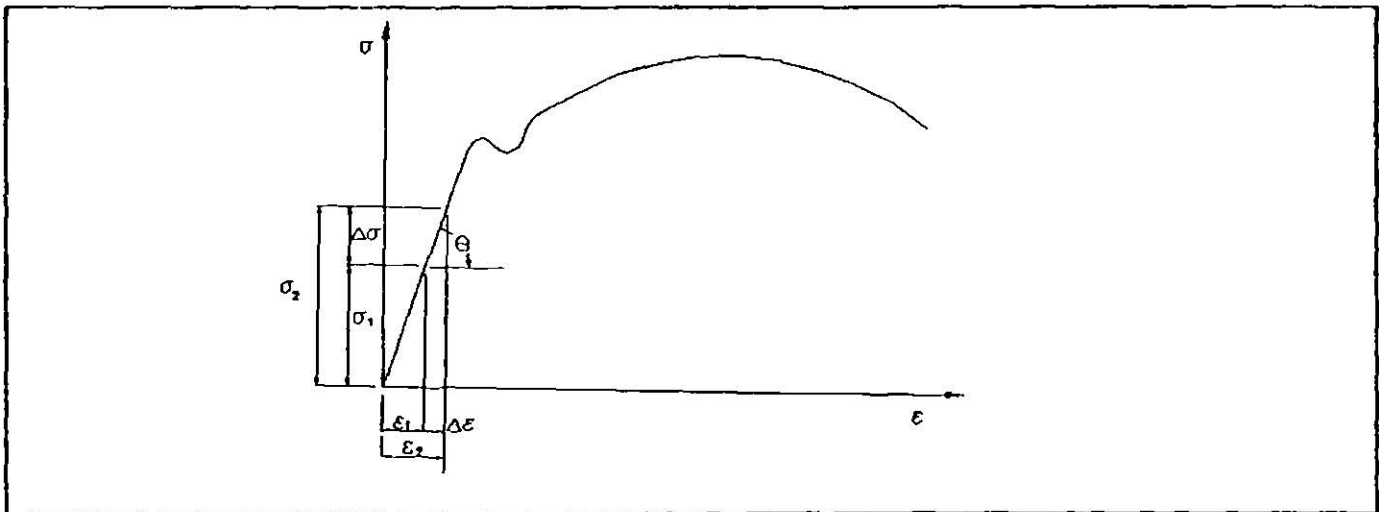

Figura 3.5
Se mide a través de la obtención del módulo de elasticidad para carga axial (E) y representa la tangente de la pendiente en la gráfica esfuerzo vs deformación, este módulo se puede obtener considerando dos puntos sobre la pendiente y realizando un triángulo como se muestra en la figura 3.5